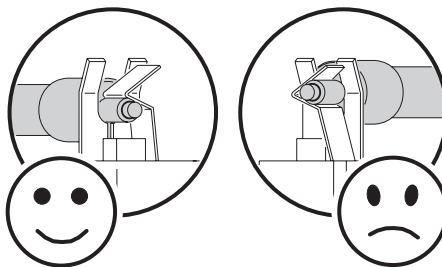

Figure 5: Positionnement correct
- Vérifiez que les extrémités des douilles sont coincées par le ressort en V et pas dans le V lui-même (voir Figure 5).